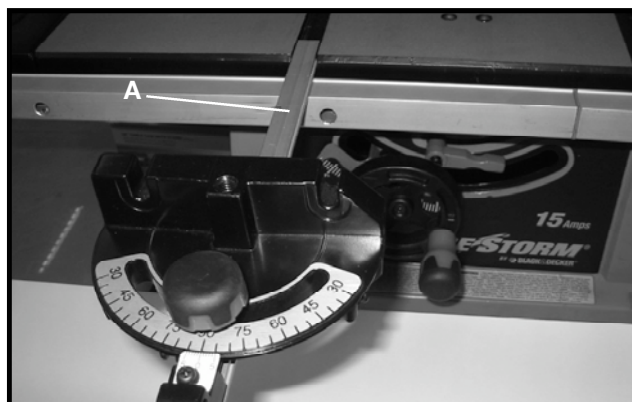

Fig. 23
Le guide d'onglet est expédié entièrement assemblé et est doté d'une barre à rainurer en T (A) fig. 23, qui s'insère dans l'une ou l'autre des deux rainures, pour le rainurage en T, logées sur le dessus de la table comme indiqué. Le guide d'onglet pour rainurage en T empêche celui-ci de tomber lorsqu'il dépasse l'avant de la table lors de coupe de pièces extra-large.